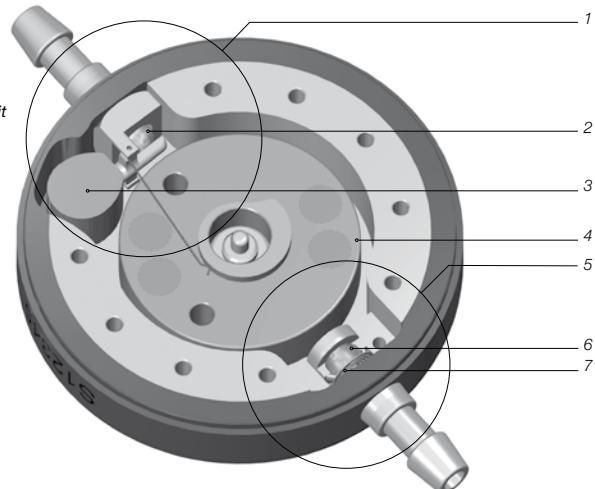

Abb. 1: Querschnitt des M.blue
Das M.blue ist ein aus Titan gefertigtes Ventil. Es besteht aus einer verstellbaren Gravitationseinheit und einer Differenzdruckeinheit (Abb. 1). Die verstellbare Gravitationseinheit (1) im proximalen Teil des Ventils verfügt über ein Tantalgewicht (3), das über einen Hebel eine Saphirkugel im Kugelsitz hält (2). Abhängig von der Körperposition des Patienten verändert sich der Einfluss des Tantalgewichts auf die Saphirkugel und somit der Ventilöffnungsdruck. Über einen Rotor (4) kann die Vorspannung der mit dem Hebel verbundenen Stabfeder durch die Haut verändert werden. Damit kann der Einfluss des Tantalgewichts auf die Saphirkugel beeinflusst und somit der Ventilöffnungsdruck verstellt werden.